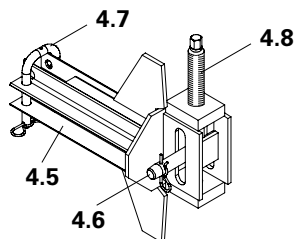

Fig. B2.13
2. Fissare gli adattatori TRIO-CB (4.5) con le staffe $\varnothing 25$ (4.7) ai profili degli elementi; per la posizione, v. disegni progettuali. Interasse = distanza tra le mensole. L'attacco adattatore TRIO-CB può sporgere a destra o a sinistra, a seconda della posizione della vite di posizionamento (4.8). (Fig. B2.13 + B2.13a)